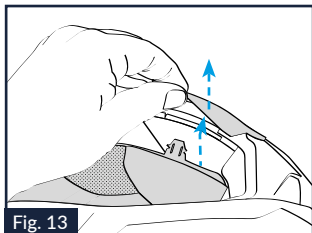

Fig. 13
9.2. Introduire la languette avant de gauche de la coiffe dans son logement en déformant légèrement la bordure supérieure de la calotte (Fig. 13). Répéter cette opération avec la languette avant centrale et avec la languette avant de droite.